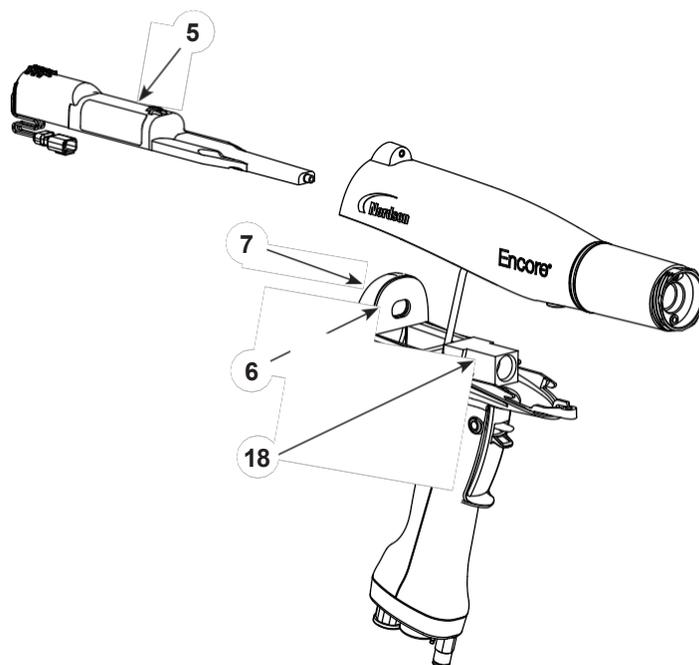
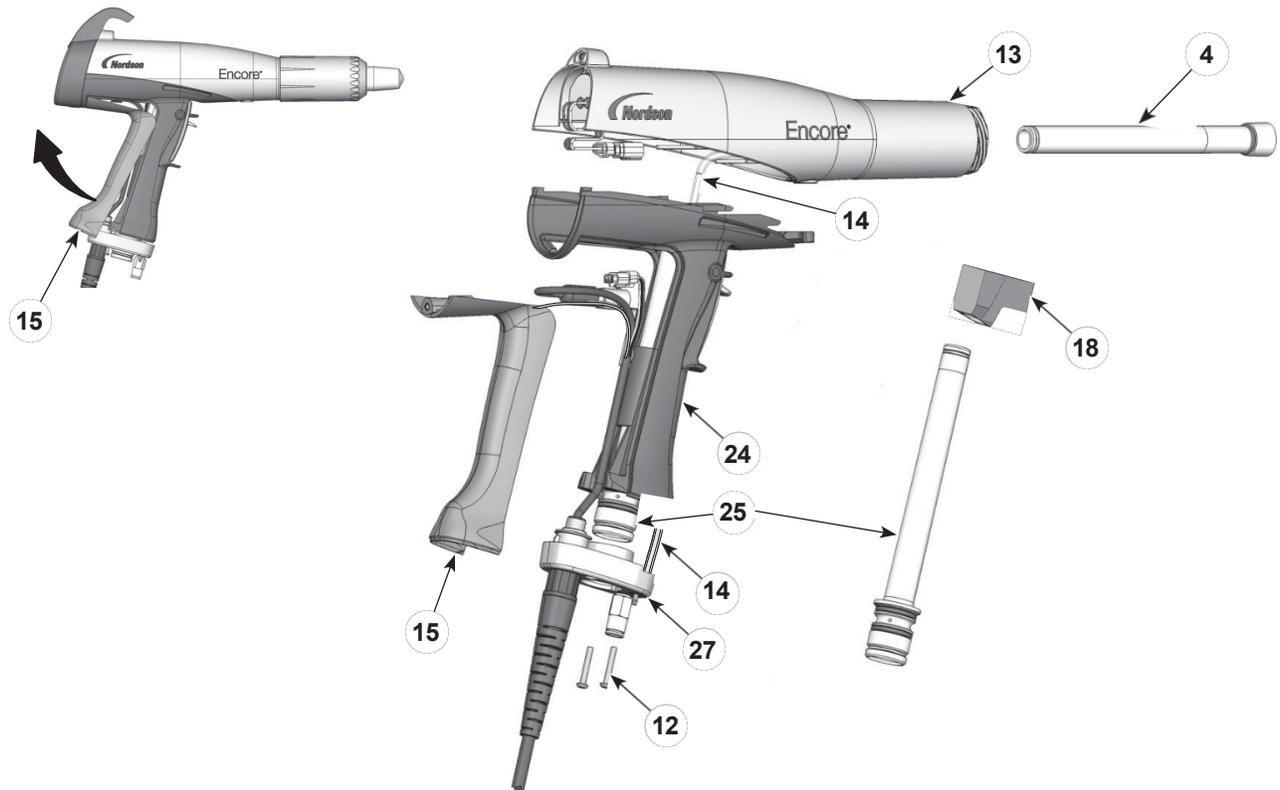

図 14 ガン本体からの電源の取り外し
図 15 パウダーパスの交換
1. 図 14 を参照して下さい。ガン本体から電源 (5) をスライドさせます。
2. バルクヘッド (7) 背面のガスケット (6) を点検します。破損している場合は交換してください。
1. 図 15 を参照してください。エルボ (18) をインレットチューブ (25) から外します。
2. ハンドルベース(27)からM3×20のネジ(12)2本を取り外します。ハンドルからベースを引き離し、接地パッド (15) の下部を上方に振り、ハンドルから離して取り外します。アース線をアースパッドに接続したままにします。
3. インレットチューブ (25) を押し上げてベースから外し、ベースを邪魔にならない場所に移動します。
1. 図 15 を参照してください。アウトレットチューブ (4) をガン本体 (13) に、チューブの端がガンの端と同じ高さになるように取り付けます。
2. インレットチューブ (25) をハンドル (24) に取り付け、チューブの端をハンドルベース (27) に取り付けます。
3. ハンドルベースをハンドルに近づけ、グラウンドパッドの上端を引っ掛ける。(15) を本体に差し込み、ハンドルに回転させます。ケーブル・ワイヤーが再組み立ての際に挟まれたり引っかかったりする。
4. ハンドルベースをハンドルとグラウンドパッドに取り付け、2つのM3 x 20 ねじ (12)。
5. 図 14 を参照してください。エルボをインレットチューブに取り付け、図のように端をガンの前面に向けます。
1. 図 14 を参照してください。ガン本体とハンドルの位置を合わせ、ガン本体の内 部リブとハンドルタブをかみ合わせながら、ス ライドさせます。